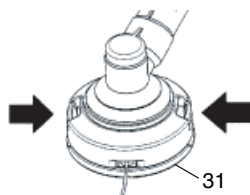

Fig. 37
(1) Retirez le boîtier (31) en poussant fermement les attaches de blocage vers l'intérieur avec les pouces comme l'illustre la Fig. 37.